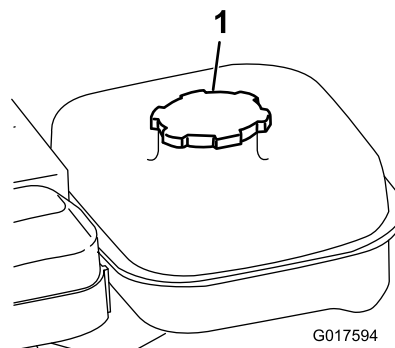

Figura 17
1. Pulite l'area intorno al tappo del serbatoio del carburante e togliete il tappo (Figura 17).